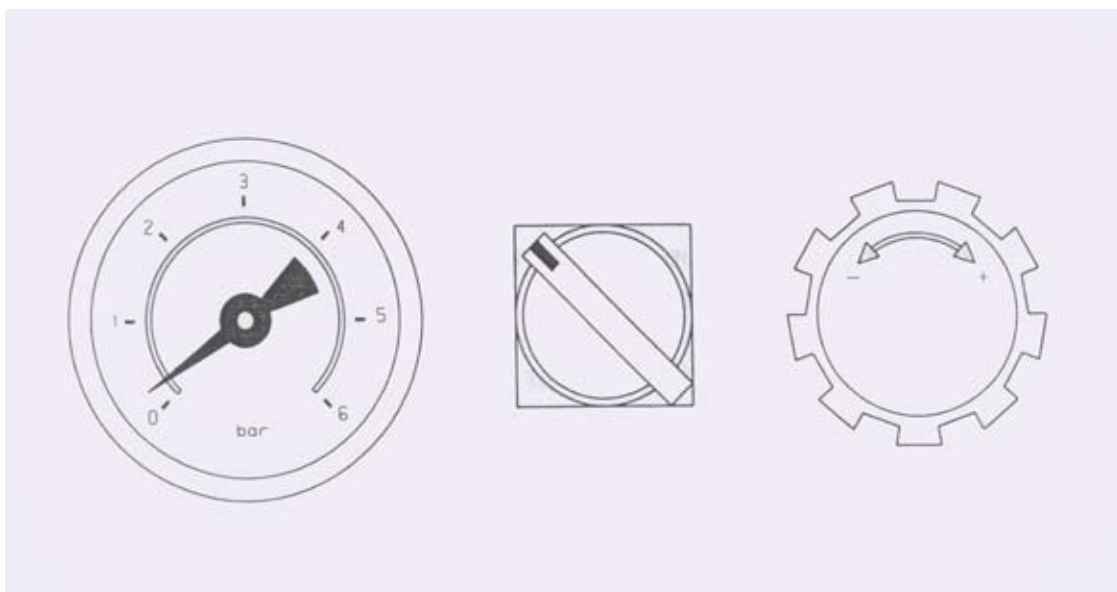

Рис. 3.2.
5.2. Изменение давления шлифования (см. рис. 3.2.)